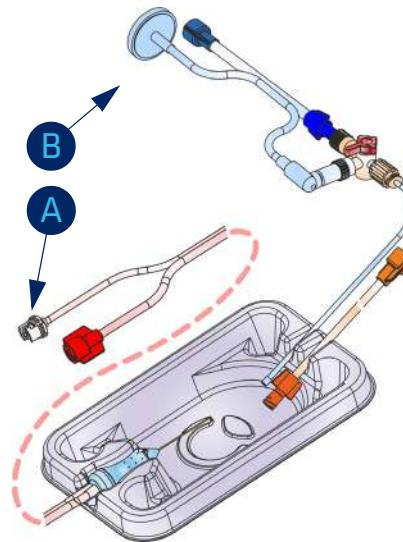

Fig. 57: Preparação para uso (vitrectomia)
6. Coloque na bandeja de calibração (fig. 57):